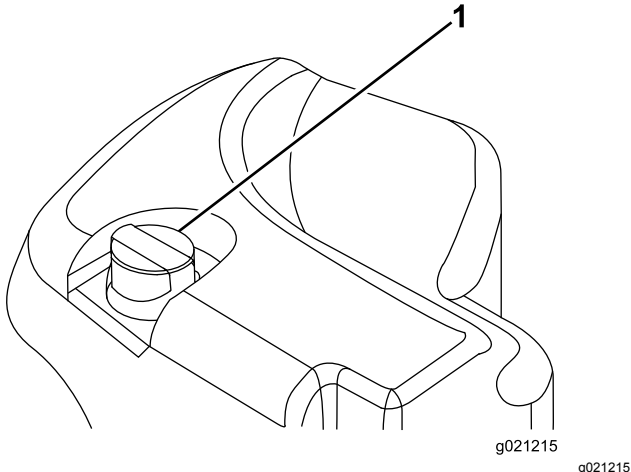

Figure 30
2. Nettoyez la surface autour du goulot et du bouchon de remplissage du réservoir hydraulique (Figure 30). Enlevez le bouchon du goulot de remplissage